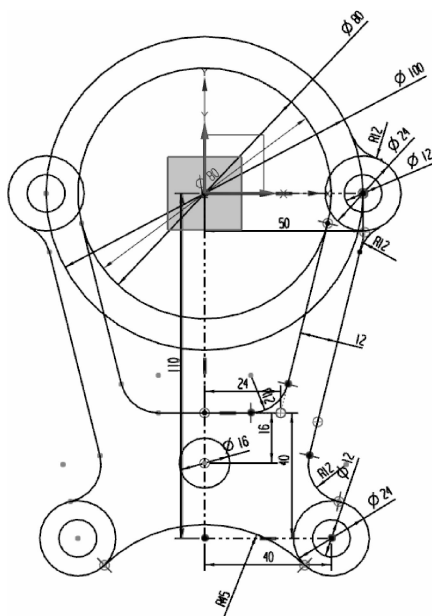

图 2-48 绘制 $\phi 16$ 的圆和倒圆角
(10) 绘制 $\phi 16$ 的圆和倒圆角。在“草图”工具条中单击图标,绘制 $\phi 16$ 的圆,圆心在竖直线上,距离长 24 的直线为 16。在“草图”工具条中单击图标,选择底部两个 $\phi 24$ 的圆,将倒圆角设置为 $R45$,如图 2-48 所示。